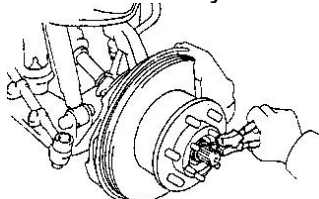
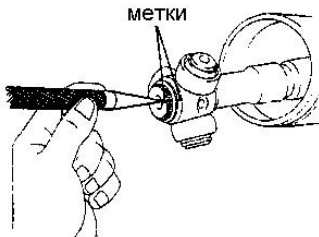

Рис. 3-20.
Рис. 3-26.
Рис. 3-20а. Привод переднего колеса.
Привод каждого колеса 1 (рис. 3-20а.) состоит из двух шарниров равных угловых скоростей и вала 9, который выполнен из прутка.
- при помощи круглогубцев, снимите стопорное кольцо с вала привода (рис. 3-20.);
При помощи круглогупцев, удалите стопорное кольцо 4 (рис.3-20а.). Используя керн и молоток нанесите метки на тройном шарнире и валу как показано на рис. 3-26 и сбейте тройной шарнир с вала.